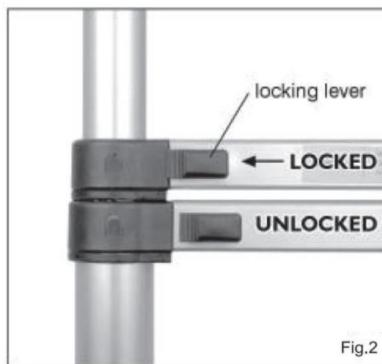

Fig.2
• Dźwignie blokujące mają 2 cele. Wskazują, czy mechanizm jest zablokowany (czy nie) i służą jako przyciski do zwalniania sworzni (opuszczania drabiny). • Dźwignia znajdująca się blisko bocznej szyny wskazuje, że mechanizm jest zablokowany. A dźwignia odsunięta od szyny bocznej wskazuje, że NIE jest ona zablokowana (patrz rys. 2).